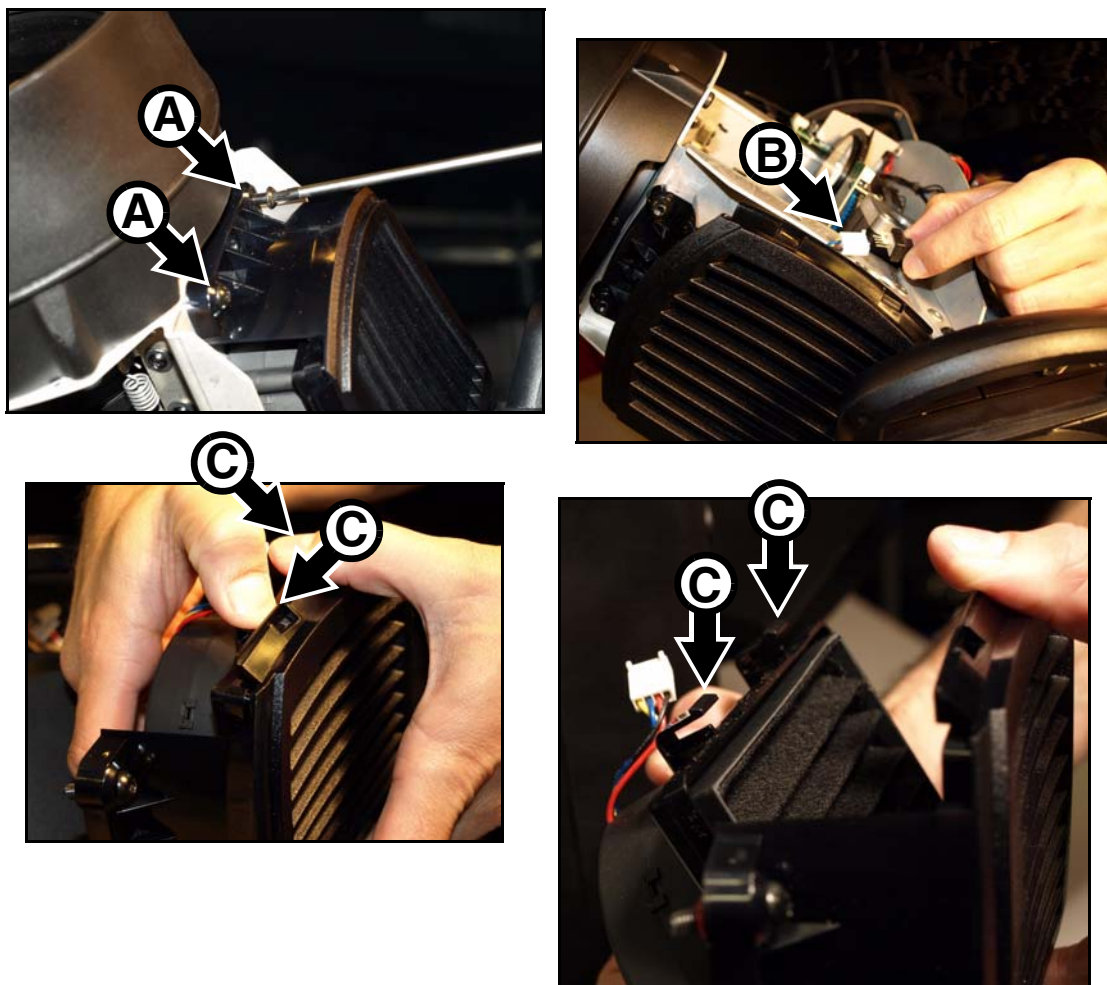

Figure 16: Retrait des filtres à air
3. Voir Figure 16. Desserrez les deux vis captives Torx 25 **A** sur le devant du porte filtre jusqu'à ce qu'elles tournent librement.
8. Voir Figure 16. Crochetez le coté opposé aux clips **C** dans le support et plaquez le support en position jusqu'à ce que les clips se mettent en place. Vérifiez que le support est en place et qu'aucune ouverture ne laissera passer d'air non filtré.